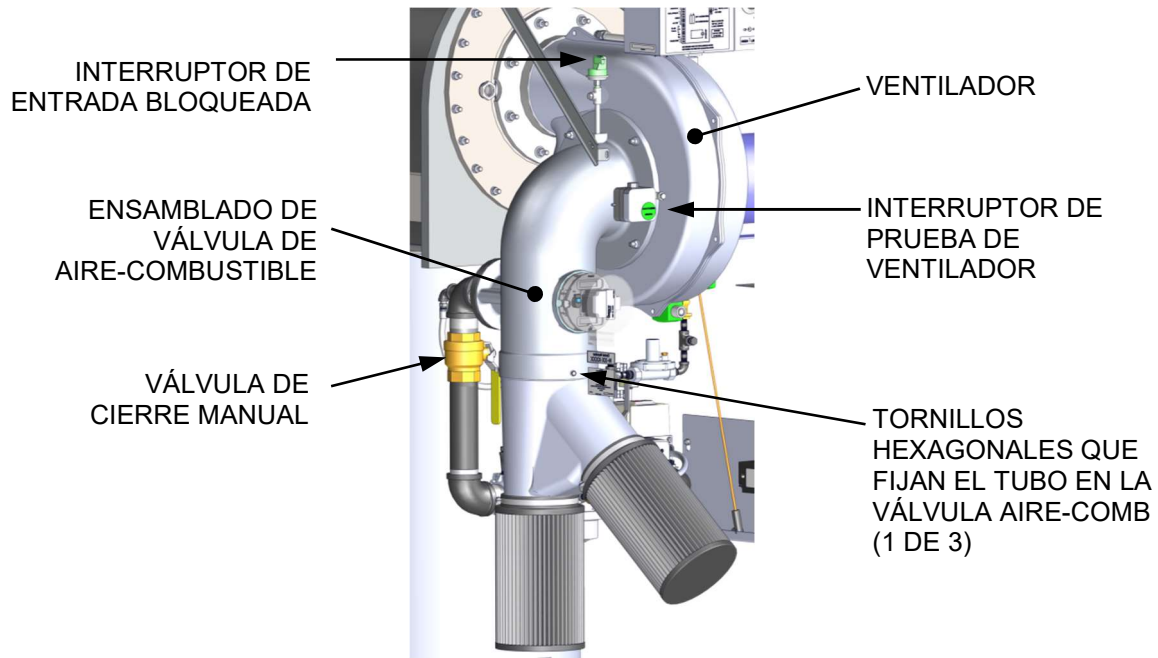

Figura 5-5: Ubicación del interruptor de comprobación del ventilador y conexión de entrada bloqueada
3. Cierre la válvula de cierre de gas manual localizada entre la válvula de cierre de seguridad (SSOV) y la válvula de aire-combustible, como se muestra en la Figura 5-5 que aparece a continuación.
9. Una vez que la flama se compruebe, cierre la válvula de gas manual localizada entre la SSOV y la válvula de aire-combustible (ver la Figura 5-5 a continuación).
Estas pruebas verifican la operación del interruptor **Comprobación del Ventilador** y el interruptor **Conexión de Entrada Bloqueada** que se muestran en la Figura 5-5.
2. Retire el filtro de aire (ver la Figura 5-5 que aparece antes).